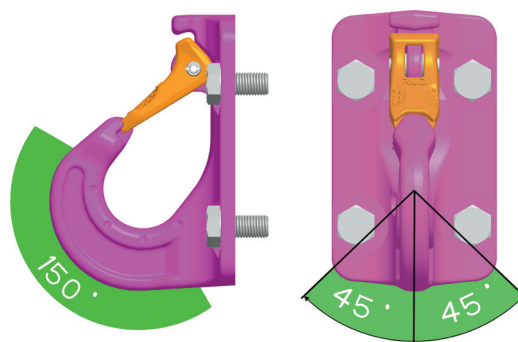

Abb. 1: Zulässige Belastungsrichtungen
- Anordnung der Anbauhaken: Die Anbauhaken müssen in Zugrichtung angebracht werden (siehe Abb. 1).